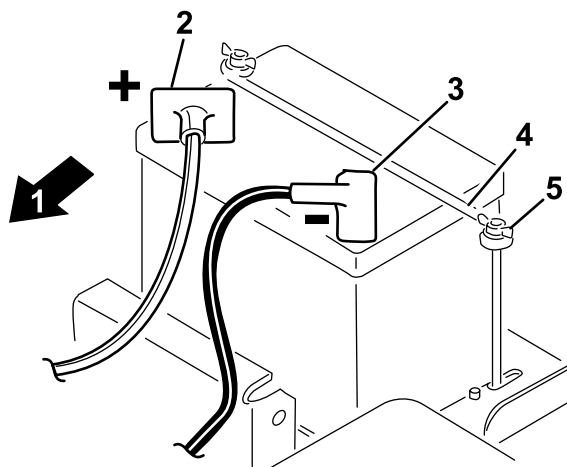

图 3
1. 将电池安装在座椅后面使电池端子朝向机器前面 图 3。
2. 用电池正极接线红色连接启动马达线圈与电池的正极 + 图 3。用托架螺栓和螺母进行固定。
5. 安装电池夹和垫圈用蝶形螺帽进行固定 图 3。